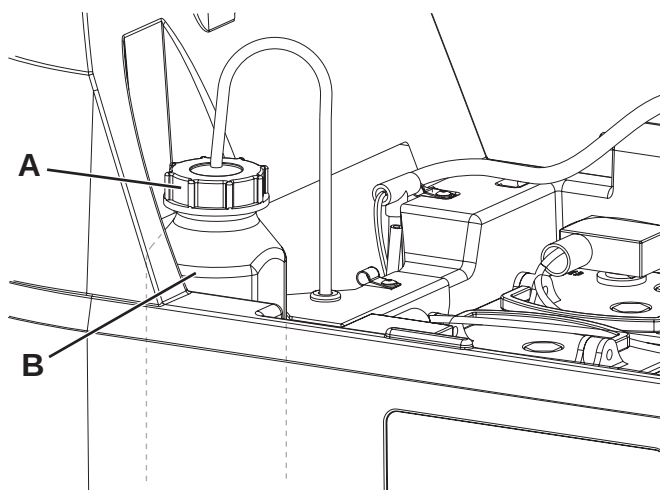

Figure 10
2. S'assurer que la machine est éteinte et (si présente) avec la clé de contact (41) retirée.
3. Ouvrir le couvercle (34) et vérifier si le réservoir de l'eau de récupération (33) est vide. Dans le cas contraire, le vider au moyen du tuyau de vidange (12).
4. Fermer le couvercle (34).
5. Saisir la poignée (16) et soulever le réservoir (33) avec soin.
6. Dévisser le bouchon (A, Fig. 10) du réservoir de détergent (B).